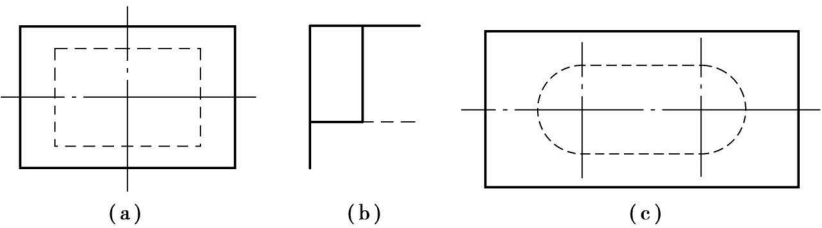

图 1.3 图线的画法
- (1) 在同一图样中,同类图线的宽度应基本一致。虚线、点画线及细双点画线的线段长度和间隔应各自大致相等;点画线、细双点画线的首末两端应是画,而不是点。
- (2) 两条平行线之间的最小间隙不得小于 0.7 mm。
- (3) 绘制圆的对称中心线(简称中心线)时,圆心应为画的交点。细点画线的长度应为 8 ~ 12 mm,细点画线的两端应超出轮廓线 2 ~ 5 mm;当圆的图形较小,绘制点画线有困难时,允许用细实线代替细点画线。
- (4) 各种线型相交时,都应以画相交,不应在空隙或点处相交,如图 1.3 所示。
- (5) 当细虚线处于粗实线的延长线上时,粗实线应画到分界点,而细虚线应留有空隙。当细虚线圆弧和细虚线直线相切时,细虚线圆弧的画应画到切点而细虚线直线需留有空隙,如图 1.3 所示。